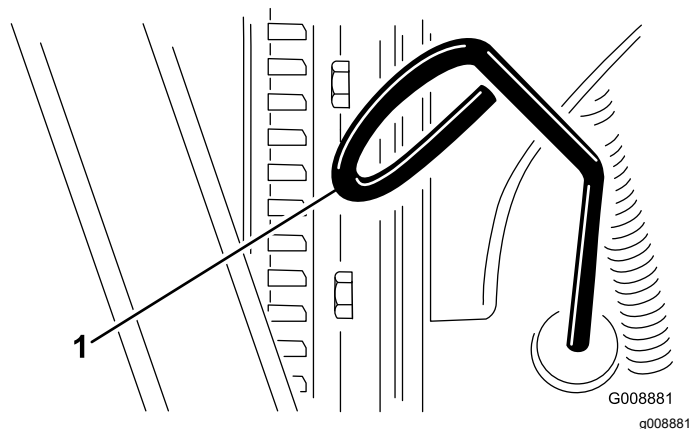

Figura 24
3. Retire la varilla, límpiela, y vuelva a colocarla (Figura 24).